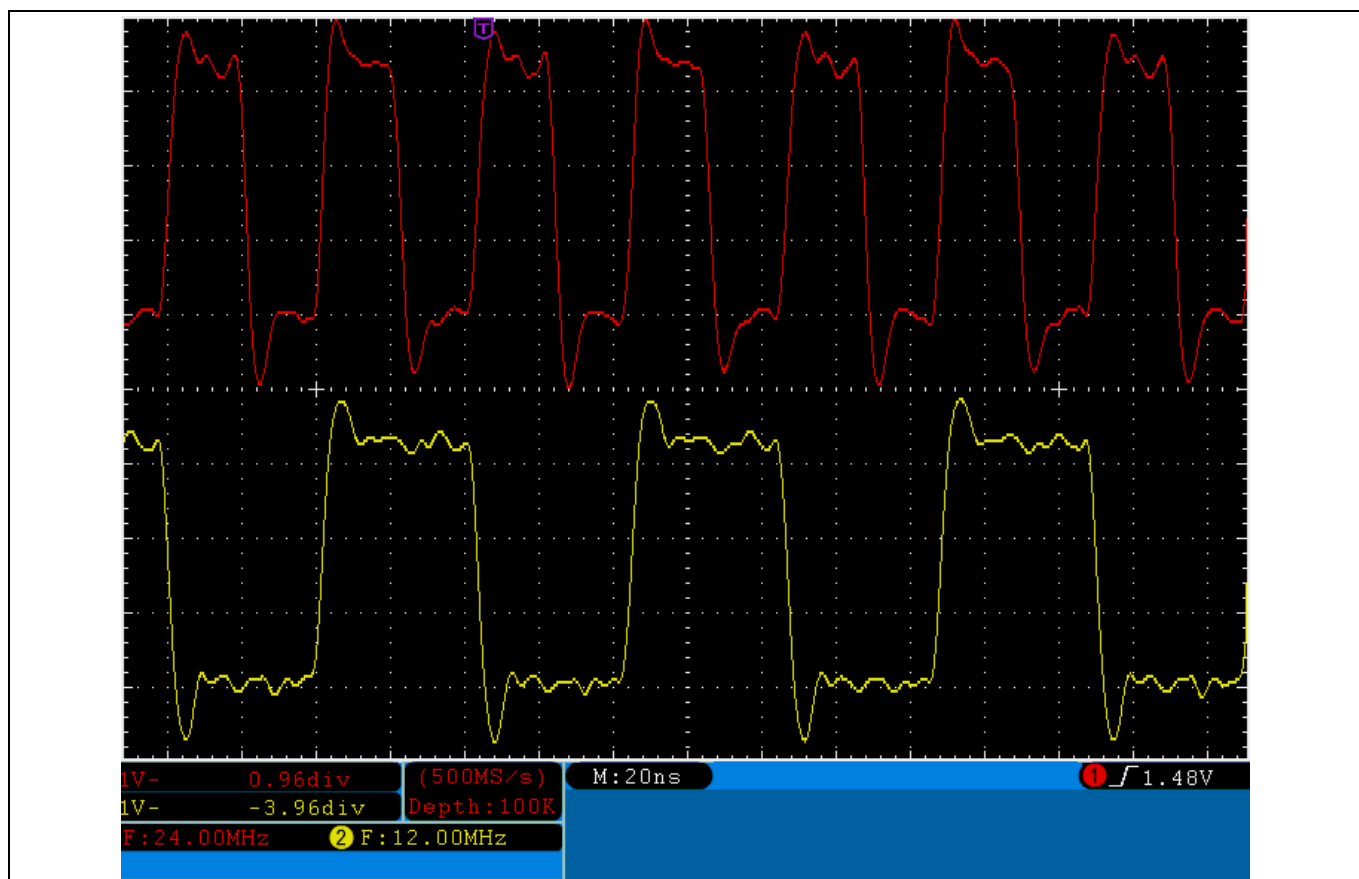

Figure 23 进行 2 分频和 4 分频后的 GPIF 48 MHz 时钟
21. 用探针检测 P2 引脚 11 (CTL0=divby2) 和 P2 引脚 10 (CTL1=divby4)。此时，您可以看到如 Figure 23 所示的波形。